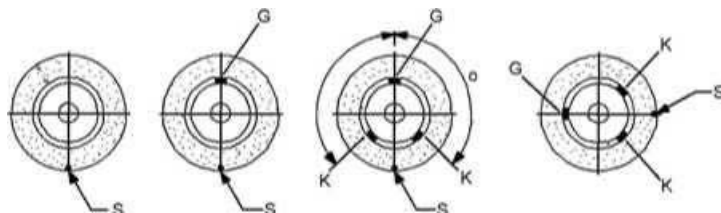

Рис.4
8. Установите оправку и шлифовальный круг на станину и отметьте центр тяжести «S» мелком (Рис. 4).
9. Установите противовес «G» прямо напротив центра тяжести «S» (Рис. 4).
10. Определите какая сторона тяжелее «G» или «S» (Рис. 4).
11. Установите два противовеса «K» на легкой стороне. Если круг еще не выровнен, отрегулируйте «K» (Рис. 4).